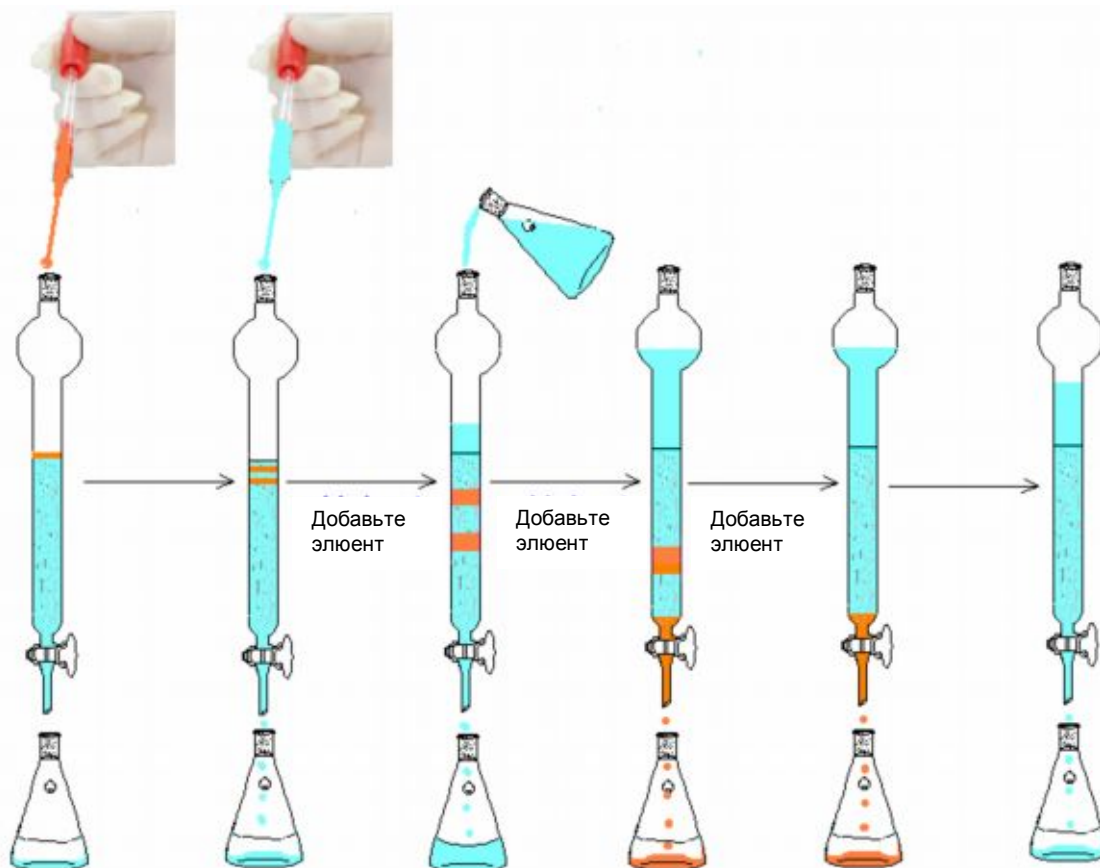

Рисунок 3.3. Проведение колоночной хроматографии
2. Закройте кран. С помощью пипетки Пастера аккуратно перенесите все содержимое реакционной смеси в верхнюю часть колонки (рисунок 3.3).